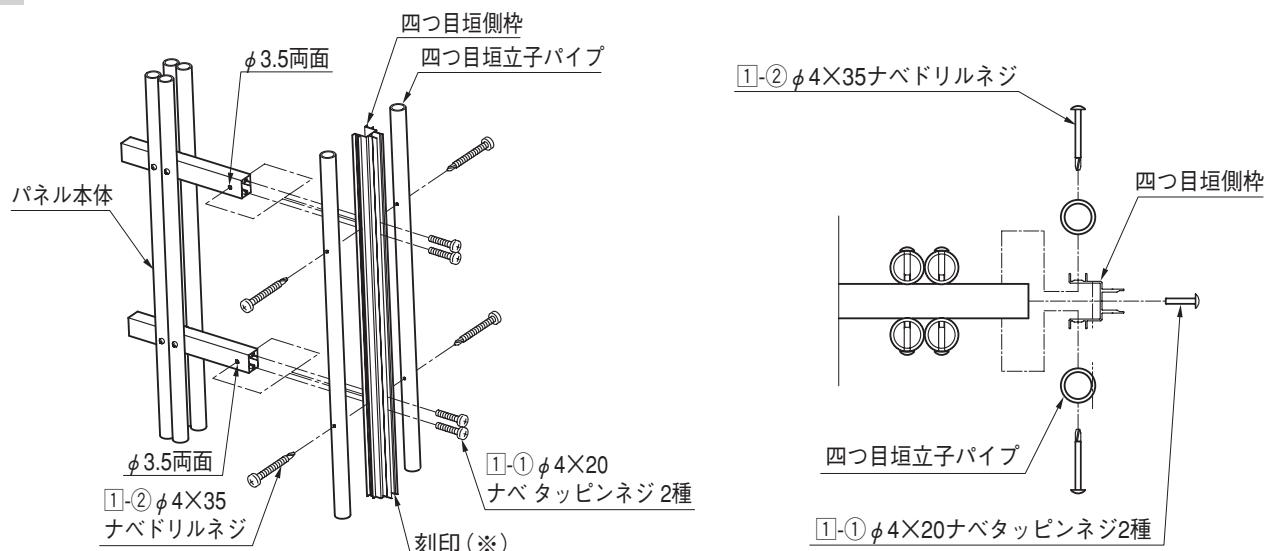

図1-2
- 四つ目垣側枠を1-①で固定してください。（図1-2参照）
- 四つ目垣立子パイプを1-②で固定してください。（図1-2参照）